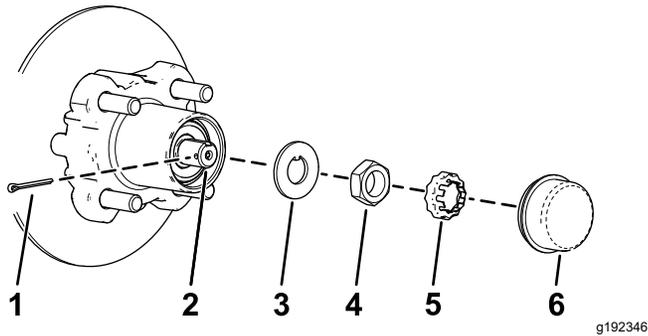

Figure 31
- Retirez le couvre-moyeu du moyeu (Figure 31).
- Retirez la goupille fendue et le frein d'écrou de la fusée et de son écrou (Figure 31).
- Enlevez l'écrou de la fusée, et séparez l'ensemble moyeu et rotor de la fusée (Figure 31 et Figure 32).